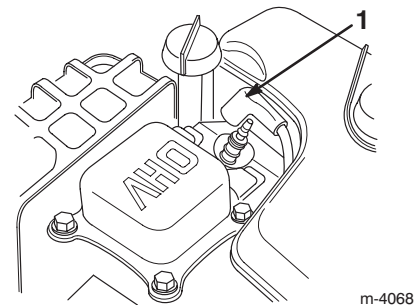

Bild 25
3. Klemmen Sie das Zündkabel ab und achten Sie darauf, dass das Kabel die Kerze nicht berührt (Bild 25).
3. Klemmen Sie das Kabel von der Zündkerze ab und stellen Sie sicher, dass das Kabel nicht mit der Kerze in Berührung kommt (Bild 25).
2. Klemmen Sie das Kabel von der Zündkerze ab und stellen Sie sicher, dass das Kabel nicht mit der Kerze in Berührung kommt (Bild 25).